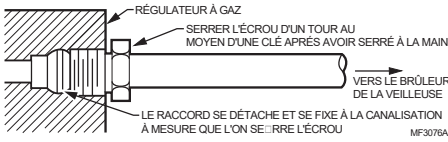

Fig. 6. Toujours utiliser un raccord de compression neuf.
4. Insérer le tuyau à l'intérieur de l'ouverture de la veilleuse du côté de la sortie du régulateur jusqu'à atteindre le fond. Tout en maintenant le tuyau en place, faire glisser le raccord de compression en place et visser à la main. Serrer ensuite un tour de plus au moyen d'une clé. Éviter de trop serrer. Voir la Fig. 6.